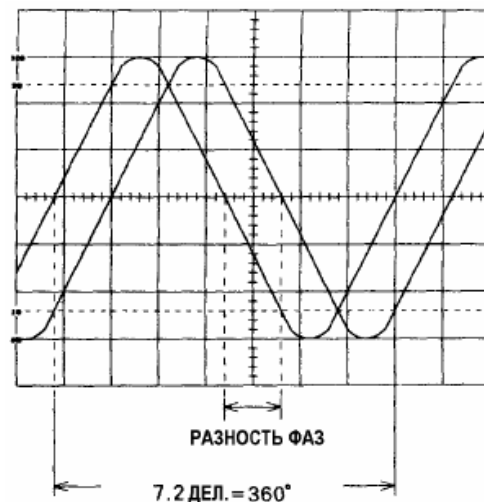

Рис.5.8
7. Найдите точки пересечения осциллограммами горизонтальной оси, имеющие одинаковую фазу. Расстояние по горизонтали между точками и будет разностью фаз. Например, на рис.5.8 разность фаз равна 6 малым делениям, что составляет 60° .